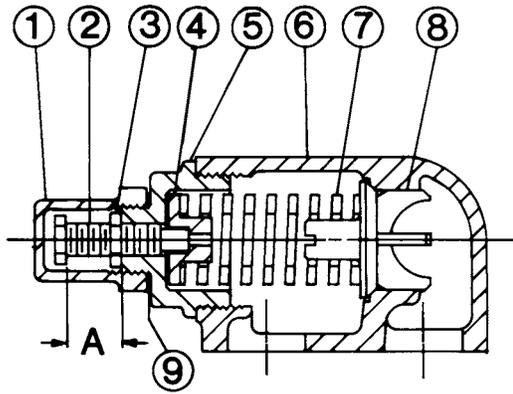
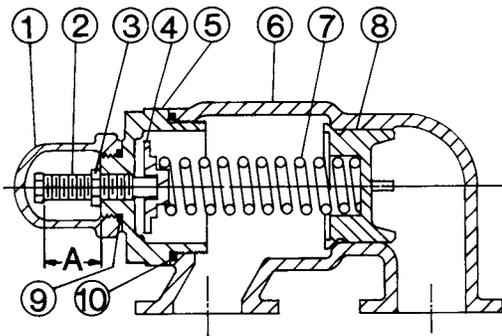

图13
图14
2. 测量并记录调整螺钉的伸长。参阅图13和图14中的《A》。